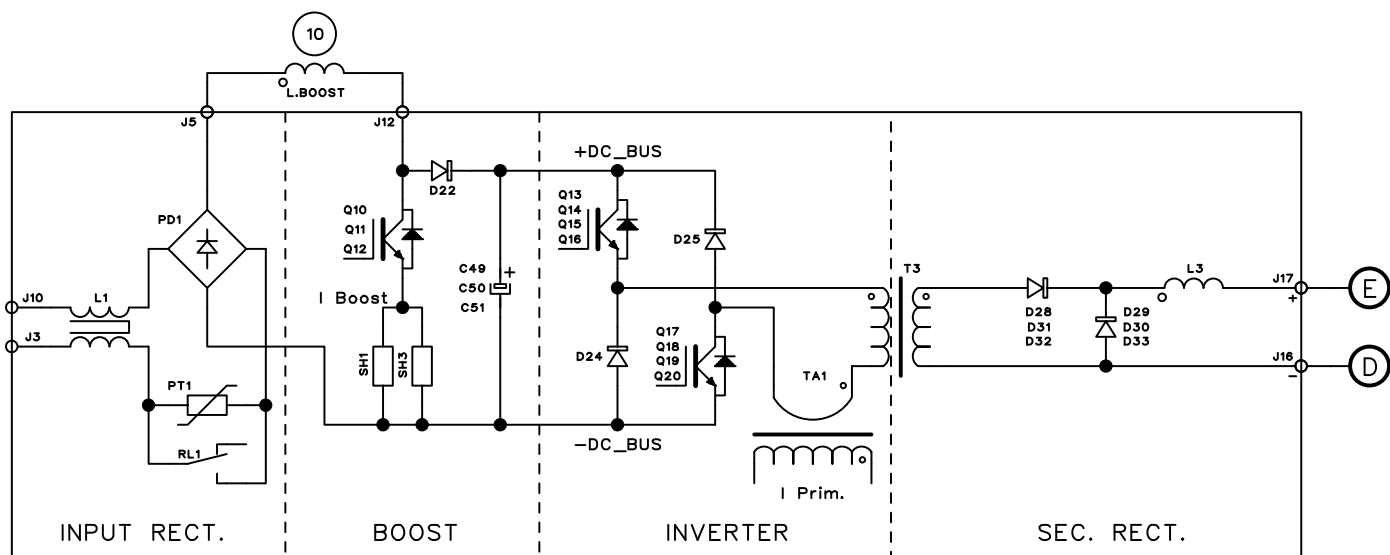

Fig. 2.3.1
Más exactamente en la tarjeta potencia (13) se pueden identificar (Fig. 2.3.1):
- el inverter de igbt, que genera la tensión alterna de onda cuadrada para el transformador de potencia T3, montado en la tarjeta potencia (13);
TEST ALIMENTACIÓN POTENCIA (Fig. 2.3.1, 2.3.2).